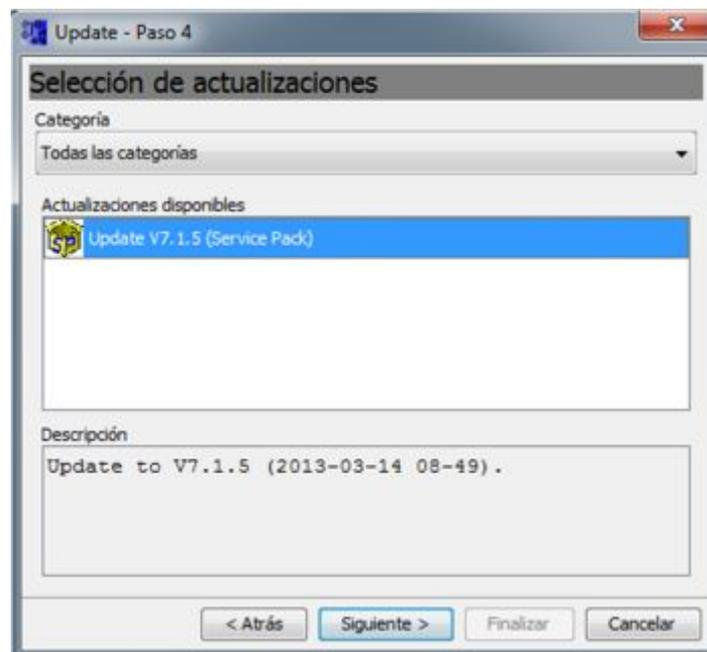

FIGURA 47: Paso 4, selección de actualizaciones disponibles.
Paso 4 (FIGURA 47), seleccionar Update V7.1.5 (Service Pack) y hacer clic en siguiente para continuar.